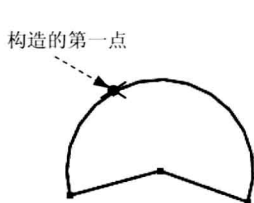

图 2.8.27 构造第一点
Step 6 单击“点”对话框中的 **确定** 按钮, 完成第一点的构造, 结果如图 2.8.27 所示。